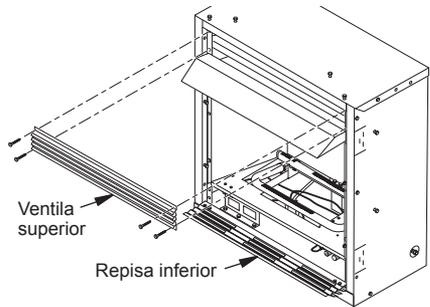

Figura 12 - Extracción de la ventila superior y apertura de la ventila inferior
2. Retire los 4 tornillos de la ventila superior (consulte la figura 12). Guarde estos tornillos.
4. Abra la puerta de la ventila inferior tirando de la puerta hacia abajo (consulte la figura 12).